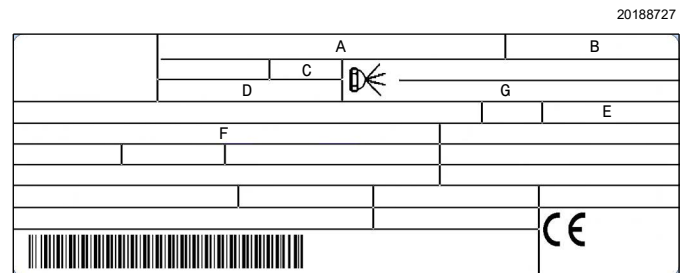

Abb. 6
- das Modell (A) auf (Abb. 6) und der Typ des Brenners (B);
- das verschlüsselte Baujahr (C);
- die Seriennummer (D);
- die Leistungsaufnahme (E);
- die verwendeten Brennstoffarten und die zugehörigen Versorgungsdrücke (F);
- die Daten bezüglich der möglichen Mindest- und Höchstleistung des Brenners (G) (siehe Betriebsbereich);